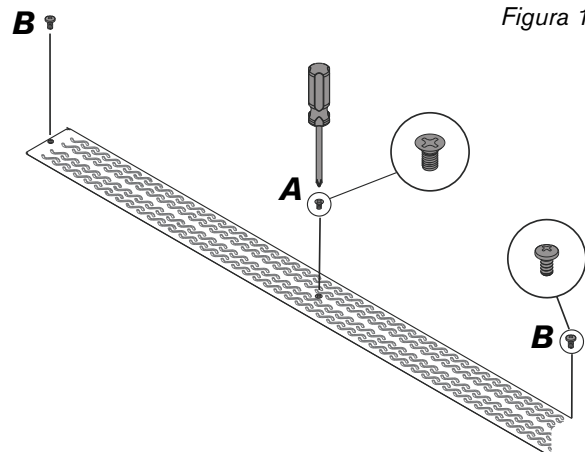

Figura 13
4 Para la rejilla atornillable: Cuando todos los orificios de montaje estén alineados, instale el tornillo de cabeza plana en el orificio central (A). **No lo ajuste.** Luego instale los dos tornillos de cabeza troncocónica en cada uno de los orificios de montaje de los extremos (B). No lo ajuste. Cuando todos los tornillos estén en su lugar, ajuste primero el tornillo del centro, luego los tornillos en los orificios de los extremos. (Figura 13)